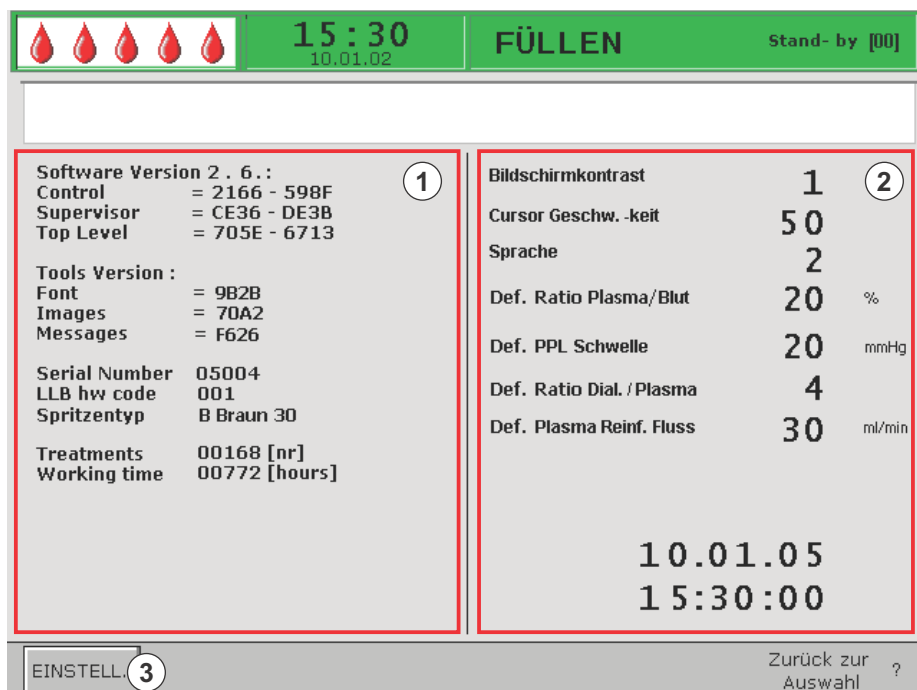

Abb. 3-4 Bildschirm *Einstellungen*
↪ Der Bildschirm *Einstellungen* (Abb. 3-4) erscheint, in dem die Maschinendaten auf der linken Seite (①) und die voreingestellten Parameterwerte auf der rechten Seite (②) angezeigt werden.